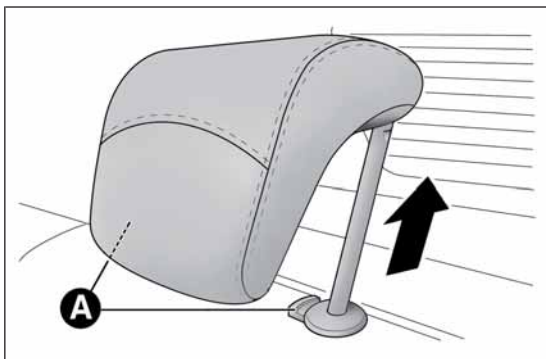

РИС. 66
- поднимите подголовники до предельной высоты, нажмите кнопки А РИС. 66 около двух опор, потяните вверх и снимите подголовники;